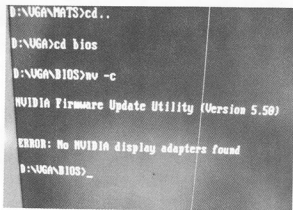

图 5-27 识别不到显卡
(1) 使用 PCI 显卡进 DOS，输入“nv -c”不能识别出 GPU 型号，如图 5-27 所示。